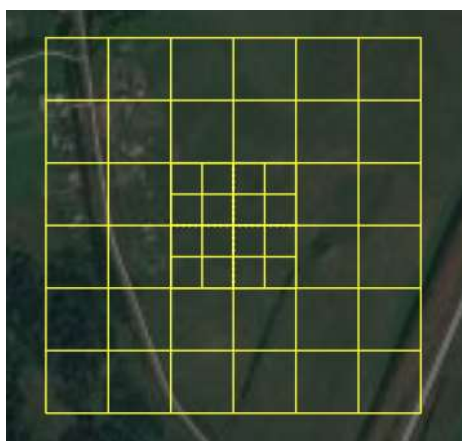

Рисунок 46 – Инструмент «Сетка корректировочная»
7.4 Для использования инструмента «Сетка корректировочная» необходимо нажать на кнопку  и указать левой кнопкой мыши расположение цели на карте в навигационном окне. Появится размерная сетка, разделенная на квадраты с масштабом 100 м (Рисунок 46). Сетка в центральной части имеет масштаб 50 м, перекрестие линий в центральной части имеет шкалу с ценой деления 10 м. Перекрестие будет совпадать с указанным мышкой месте на карте. В активном состоянии кнопка отображается с рамкой голубого цвета. При активации кнопки километровая сетка на карте в навигационном окне не отображается.